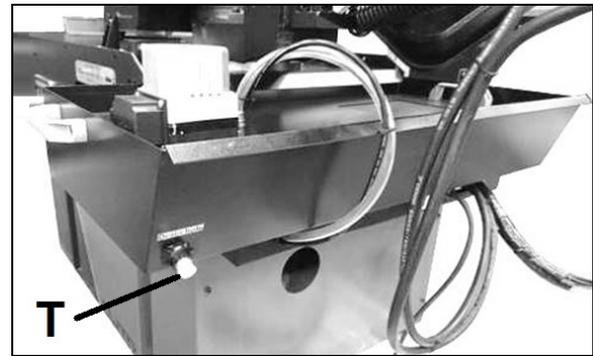

Abb. 9-2: Kühlmittel tank
- Den Ablassstopfen (T, Abb. 9-2) entfernen. Das Kühlmittel ablaufen lassen.